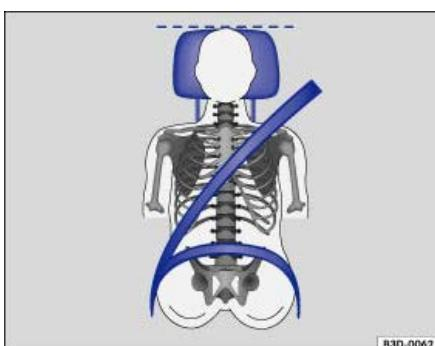

Abb. 57 Richtiger Gurtbandverlauf und richtige Kopfstützeinstellung.
- Kopfstütze so einstellen, dass die Oberkante der Kopfstütze sich möglichst auf einer Linie mit dem oberen Teil des Kopfs – jedoch nicht niedriger als Augenhöhe – befindet. Hinterkopf stets so nah wie möglich an der Kopfstütze positionieren ⇒ Abb. 56 und ⇒ Abb. 57 .